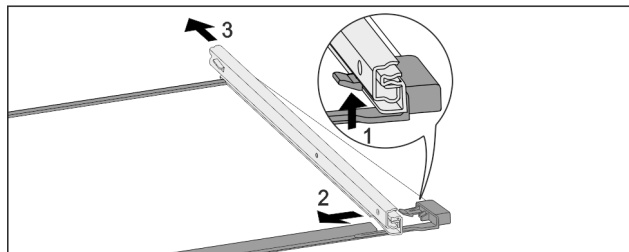

Fig. 81 Скляна пластина з рейками
- ▶ Натиснути передній гачок-фіксатор вгору. Fig. 81 (1)
- ▶ Виштовхніть виїзну рейку в сторону Fig. 81 (2) та назад Fig. 81 (3).